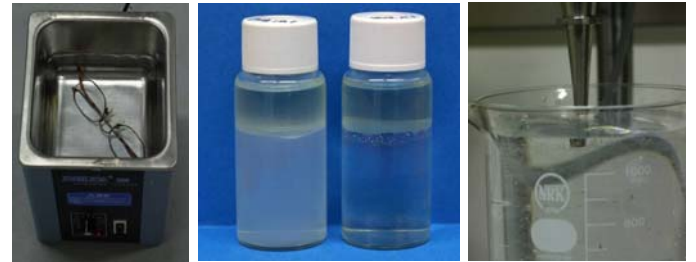

図10 超音波によるキャビテーション
⑤ 超音波で泡が発生!? メガネなどの洗浄でも弱いキャビテーションが使われています。なお、洗浄するときは、超音波で発生させたキャビテーションを使っています。また、キャビテーションを使うと、油と水を混ぜることができます(図10参照)。